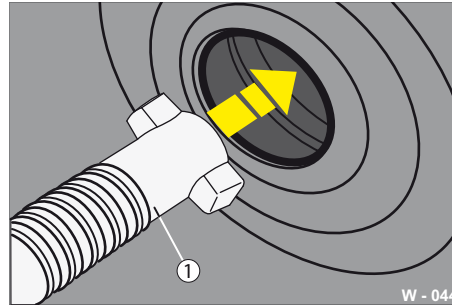

Abb. 44 „Schlüsselloch“-Bohrung
- ▶ Stecken Sie die Löseschraube (Abb. 44/1) durch die Bohrung am Deckel hinten in die „Schlüsselloch“-Bohrung ein.